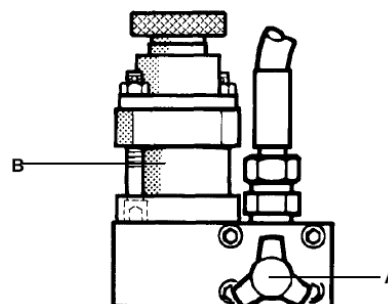

Рис.10. Устройство переключения давления
(Рис.10.) Это устройство дополнительной комплектации позволяет заполнять баллоны с номинальным давлением 200 бар при помощи компрессора с установленным давлением 300 бар. Предохранительный клапан –В и заполняющая система PN200 соединены при помощи клапана с открывающим вентилем –А.
- Поверните вентиль –А (Рис.10) против часовой стрелки до упора
- Поверните вентиль –А (Рис.10) по часовой стрелке до упора